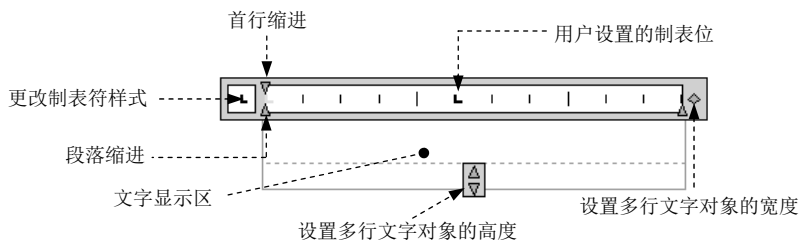

图 7.1.20 文字输入窗口
Step2. 设置多行文字的矩形边界。在绘图区中的某一点 A 处单击, 以确定矩形框的第一角点, 在另一点 B 处单击以确定矩形框的对角点, 系统以该矩形框作为多行文字边界。此时系统弹出图 7.1.19 所示的“文字格式”工具栏和图 7.1.20 所示的文字输入窗口。
Step3. 输入文字。在字体下拉列表中选择字体“楷体_GB2312”；在文字高度下拉列表中输入数值 8；在文字输入窗口（图 7.1.20）中输入图 7.1.19 所示的文字后，在空白位置单击完成操作。